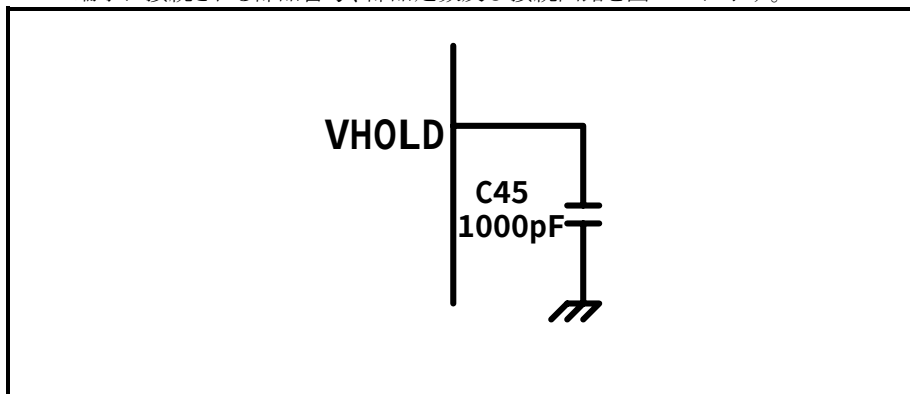

図3.11 VHOLD 端子信号回路
- (3) VHOLD 端子に接続される部品番号、部品定数及び接続回路を図 3.11に示す。